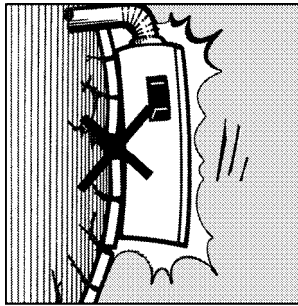

Fig. 9
- Exclure toute cloison légère pour la fixation de la chaudière (fig. 9).